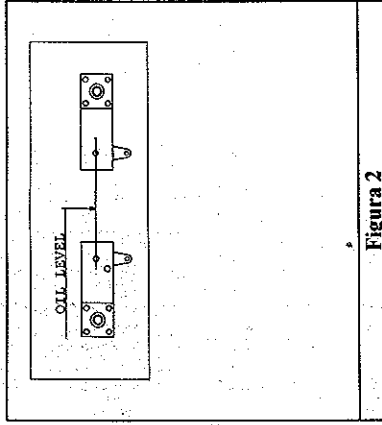

Figura 2
- Verifique el nivel de aceite de la caja reductora (Figura 2)
- Hay dos (2) tapones en el costado de la caja. El tapon superior determina el nivel de aceite, y el inferior es para drenaje